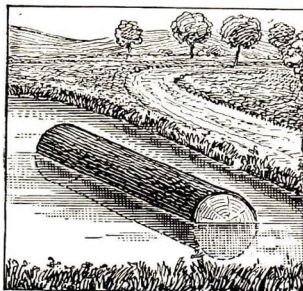

Abb. 126. Beim Schwimmen achte auf die verdrängte Wassermenge
**1. Beispiel vom schwimmenden Balken** (Abb. 126). Sieht man einen Balken im Wasser schwimmen, so muß man schließen, daß der **Auftrieb** (↑), der ihn trägt, so groß ist wie sein **Gewicht** (↓), das ihn nach abwärts zieht. (Schwebezustand.)